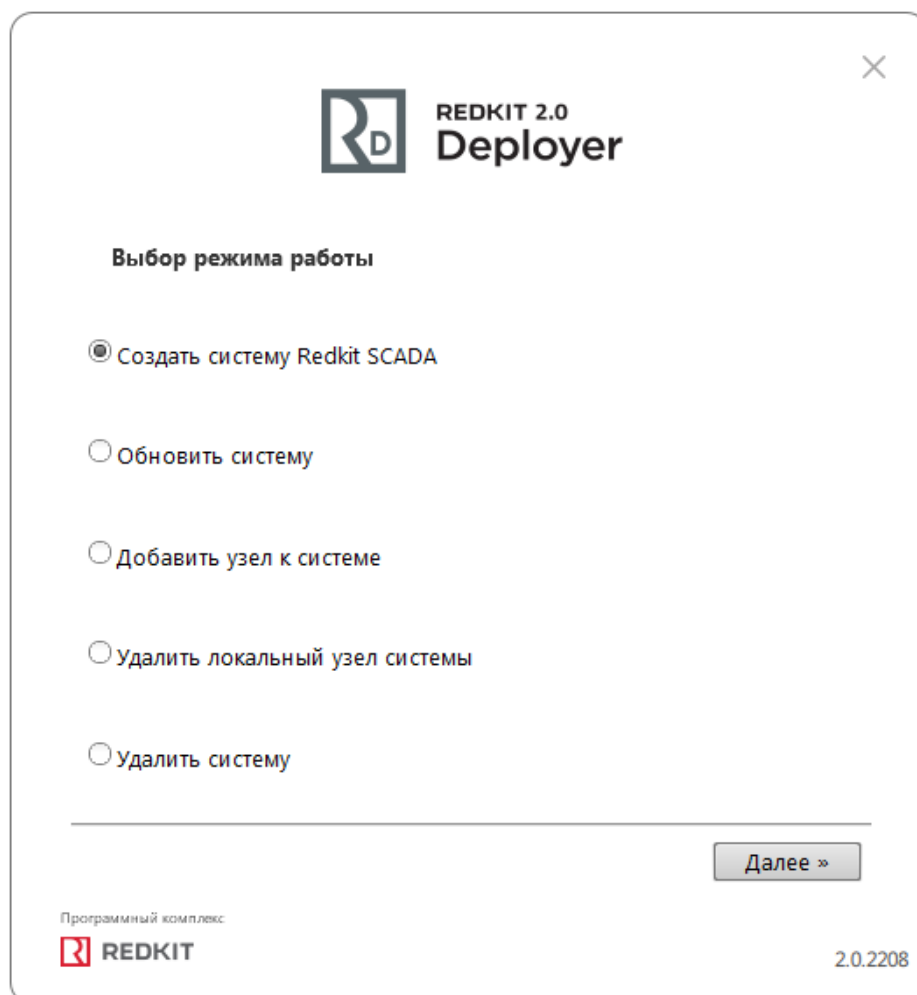

Рисунок 114 - Выбор режима работы
3. Выберите режим работы **Создать систему Redkit SCADA** и нажмите **Далее** (Рисунок 114).